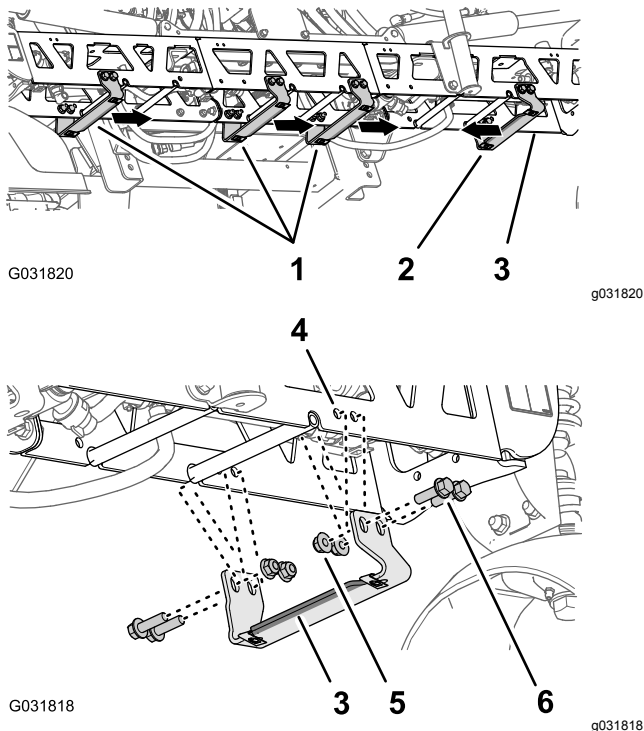

Рисунок 236
- В месте расположения средней секции стрелы найдите самую правую пару отверстий в вертикальной лицевой поверхности ферменной рамы с расстоянием 25 мм между отверстиями (Рисунок 236).
- Совместите отверстия в опорном кронштейне (номер 131-3703-03 по каталогу Togo) с отверстиями в средней секции стрелы, найденными при выполнении пункта 3, так, чтобы широкий фланец кронштейна был слева; см. Рисунок 236.
- Установите опорный кронштейн на ферменную раму (Рисунок 236) с помощью 4 болтов с фланцевыми головками ($\frac{3}{8}$ x $1\frac{1}{4}$ дюйма — номер 110-5050 по каталогу Togo) и
- Найдите пары оставшихся отверстий в вертикальной лицевой поверхности ферменной рамы с расстоянием 25 мм между отверстиями (Рисунок 236).
- Совместите отверстия в 3 опорных кронштейнах (номер 131-3703-03 по каталогу Togo) с отверстиями в средней секции стрелы, найденными при выполнении пункта 6, так, чтобы широкий фланец кронштейна был справа Рисунок 236.
- Установите опорные кронштейны на ферменную раму (Рисунок 236) с помощью 12 болтов с фланцевыми головками ($\frac{3}{8}$ x $1\frac{1}{4}$ дюйма — номер 110-5050 по каталогу Togo) и 12 фланцевых контргаек ($\frac{3}{8}$ дюйма — номер 104-8301 по каталогу Togo).